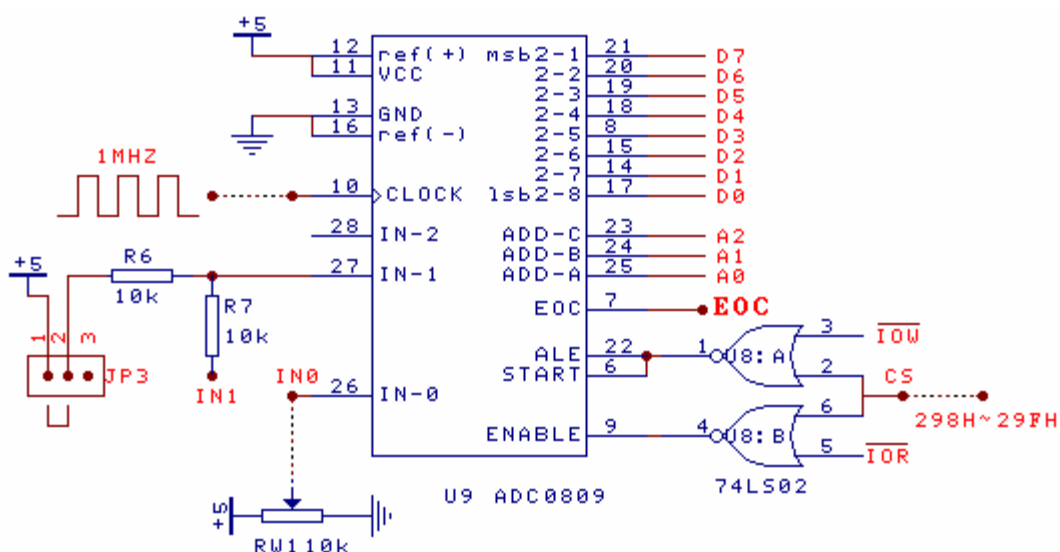

图12-1 模数转换电路
1、实验电路原理图如图12-1。通过实验台左下角电位器RW1输出0~5V 直流电压送入ADC0809通道0(IN0), 利用debug的输出命令启动 A / D 转换器，输入命令读取转换结果，验证输入电压与转换后数字的关系。